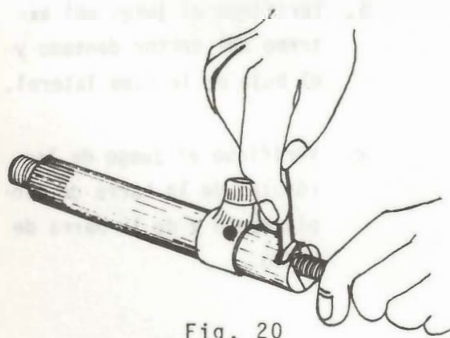

Fig. 20
- b. Mida y verifique con las láminas (hojas) calibradoras el espacio entre el tope del ajustador de juego y el extremo del eje sector dentado (fig. 20).